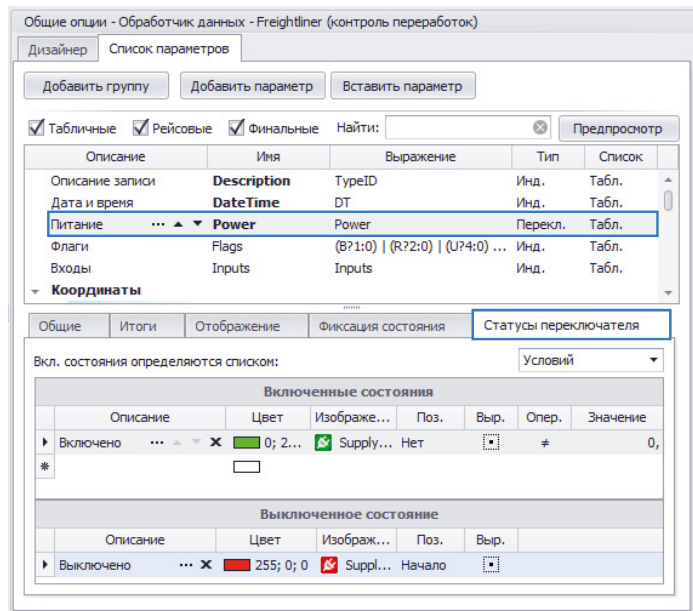

Рис.91. Статусы переключателя.
Переключатель может иметь несколько включенных и одно выключенное состояние. Настроить разные состояния переключателя можно на вкладке «Статусы переключателя» (Рис.91).
- **Условий** – включенные состояния определяются отдельным списком, заданным пользователем вручную. Для этой опции необходимо настроить таблицу включенных состояний – задать описание, цвет диаграммы и изображение состояния, значение параметра, соответствующее этому состоянию и т. д. Для того чтобы программа обрабатывала выключенное состояние параметра, необходимо задать свойства этого состояния в таблице «Выключенное состояние». Пример настроек приведен на **Рис.91**.